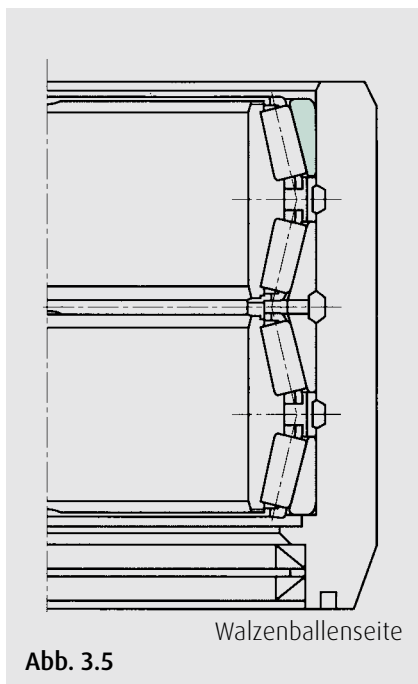

Abb. 3.5
14. Den Außenring mit Einbaumarkierung D-E einfetten (Stirnflächen fettfrei lassen), Lastzonenmarkierungen in Übereinstimmung bringen, Außenring vorsichtig in das Einbaustück einsetzen (Abb. 3.5). Wenn der Außenring verkantet, vorsichtig durch leichte Schläge mit dem Kupferdorn lösen. Auf keinen Fall auf die Käfigstirnseiten schlagen.